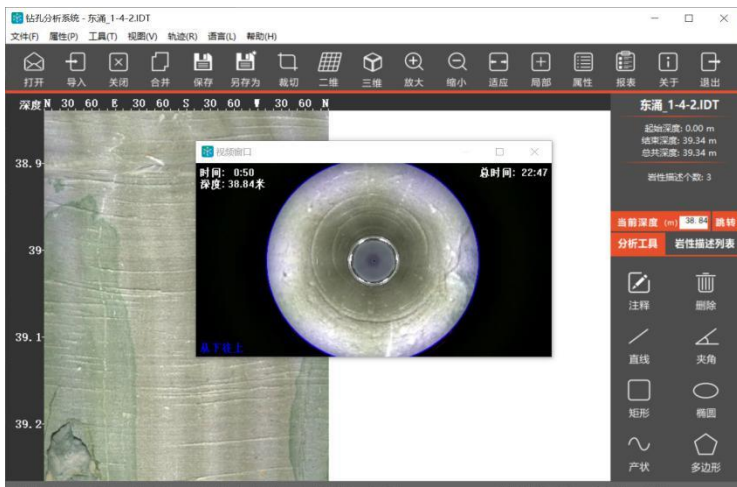

图 3-7 视频播放窗口
- 15) 视频窗口：查看数据时，打开视图-视频窗口，将数据采集时的录像拖入窗口内，可以同步播放录像视频，如图 3-7。